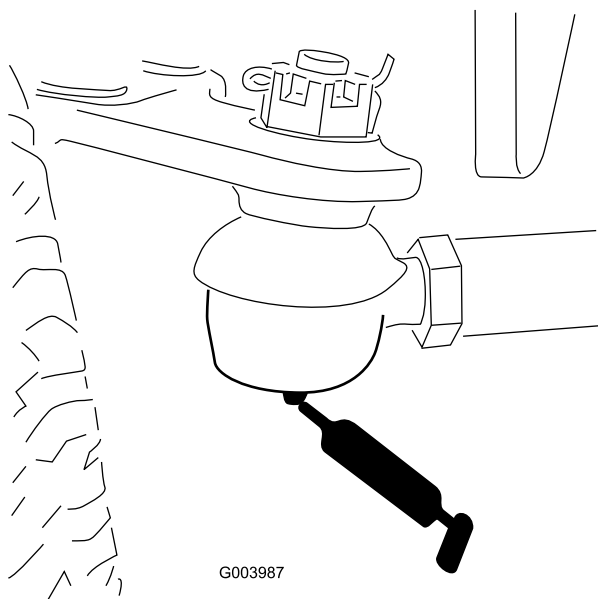

Figura 70
- Barra de ligação do eixo traseiro (2) (Figura 70)